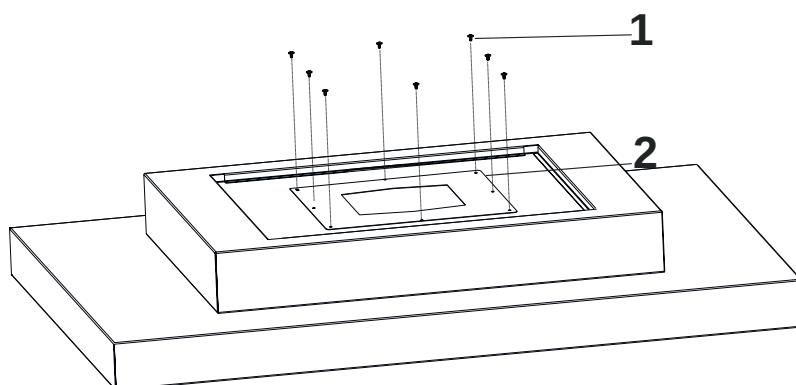

Fig. 10
- 4. ➡ Montera täckplattan på fläkten med 8x 3,5x6,5-skruvar (Fig. 10).